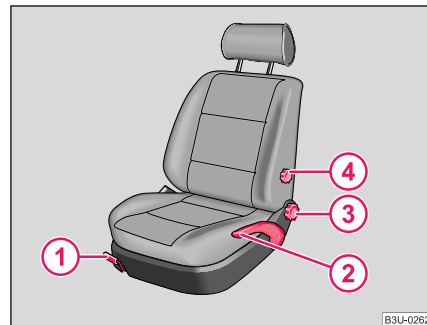

Fig. 51 Elemente de comandă pentru reglarea scaunelor
Trageți maneta ① ⇒ Fig. 51 în sus și trageți scaunul în poziția dorită.
- Eliberați maneta ① și împingeți scaunul până când auziți sunetul specific de fixare.
- Dacă doriți să ridicați scaunul, trageți în sus maneta ② ⇒ pagina 69, Fig. 51 și pompați.
- Dacă doriți să coborâți scaunul, împingeți în jos maneta ② și pompați.